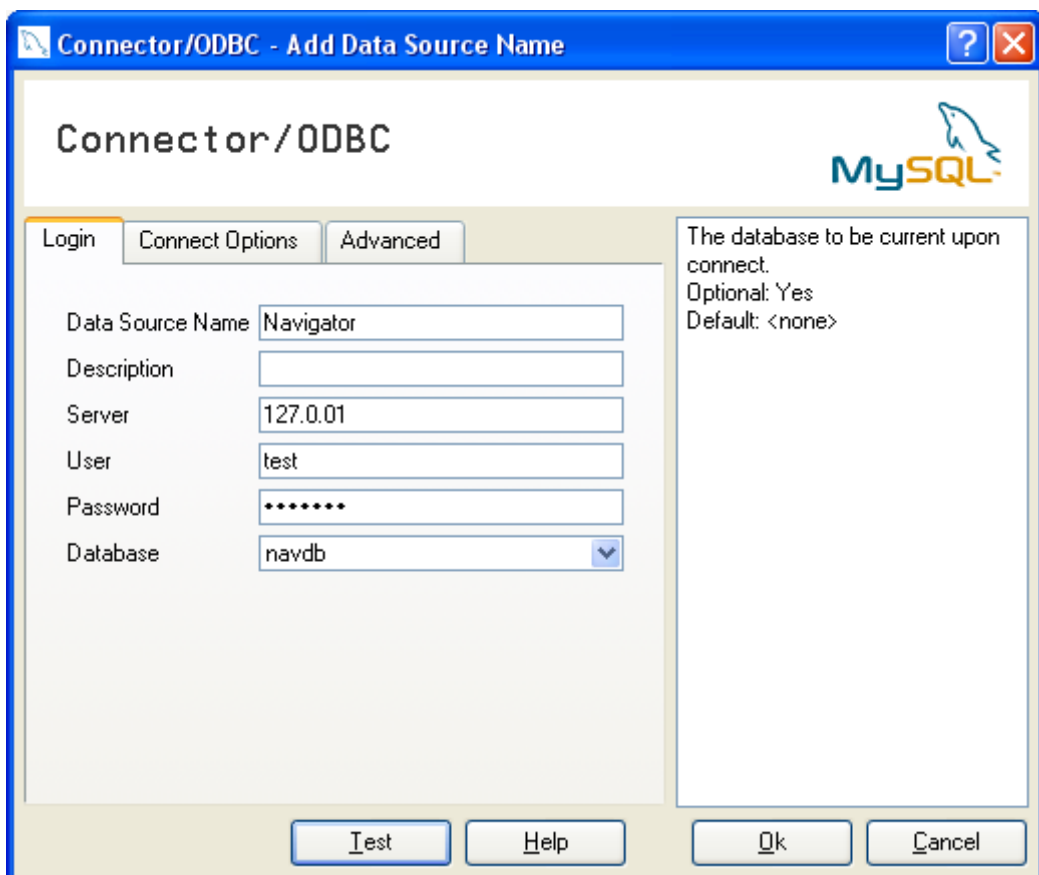

Рисунок 6
4.1.3. В открывшемся окне «Connector/ODBC – Add Source Name», рисунок 6, перейдите на закладку «Login» и введите данные необходимые для подключения к серверу ACM.